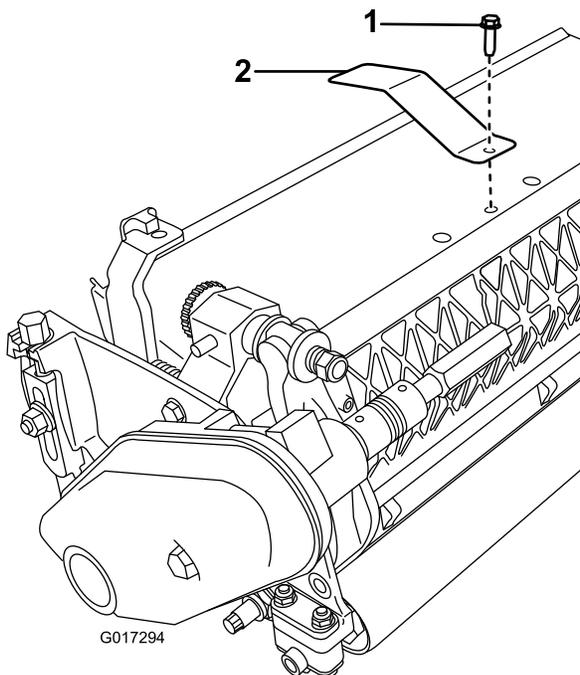

Figura 3
2. Remova o parafuso central do resguardo de relva (Figura 3).
3. Instale a placa alvo na parte superior da unidade de corte utilizando o parafuso que removeu previamente (Figura 3).